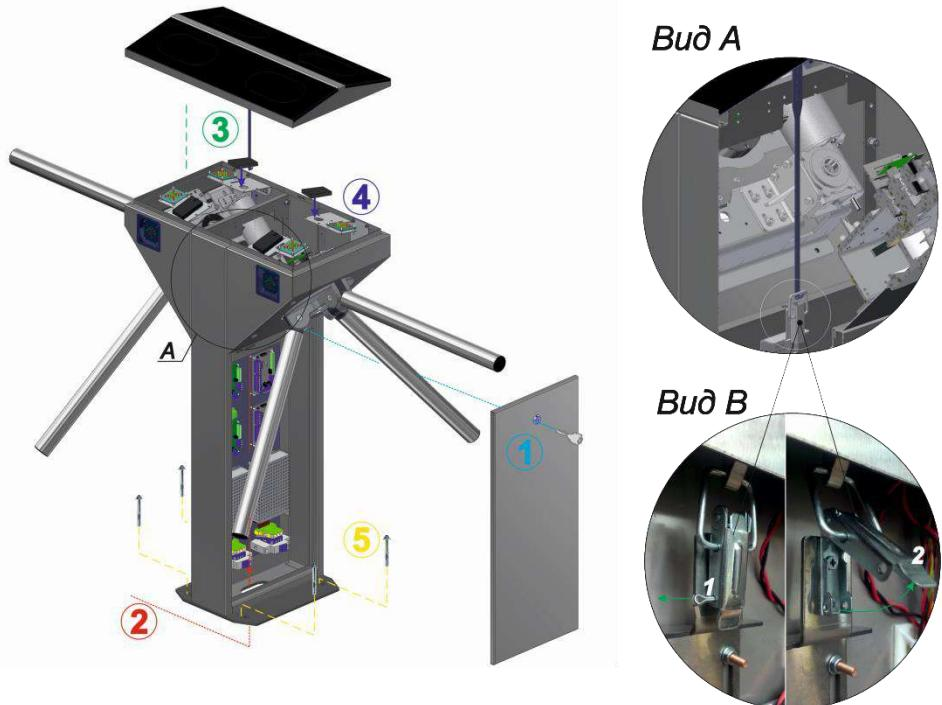

Рис. 14 – Общий вид сборки турникета-трипода «CENTURION TWIN -M» и «BASTION TWIN-M»
8) Для доступа к крепежным и технологическим отверстиям основания и клеммным колодкам турникета-трипода «CENTURION TWIN-M» и «BASTION TWIN-M» необходимо снять дверь стойки, повернув ключ замка с помощью ключа (Рис.14).
Для того чтобы снять крышку стойки, необходимо снять шпллинт (1) и открыть защелку (2), подняв её вверх (Рис.14 , Вид A и B).